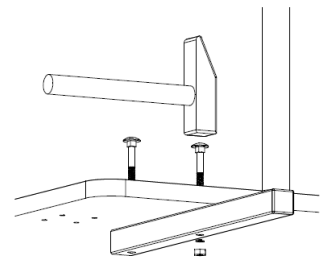

Abb. 2: Montage des Bügels
Befestigen Sie als nächstes den Bügel ② an der Bodenplatte ① (Abb. 2).